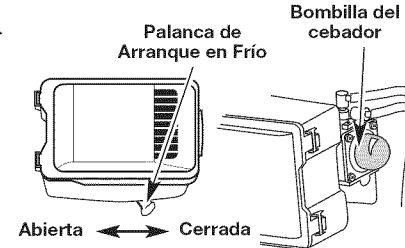

Fig. 9
SI ESTÁ FRÍO... Para funcionamiento en tiempo de frío (por debajo de 40°F), gire la palanca de arranque para tiempo frío (Fig. 9) hacia abajo hasta la posición de cerrada y continúe al paso 3. NO gire esta palanca hacia abajo si la temperatura está por encima de 40°F.
3. Oprima completamente y libere la pera del cebador 10 veces, lentamente. Deberá verse alguna cantidad de combustible en la pera del cebador (Fig. 9). Si no puede ver combustible en la pera, oprima y suelte la pera tantas veces como sea necesario hasta que vea combustible en la misma.